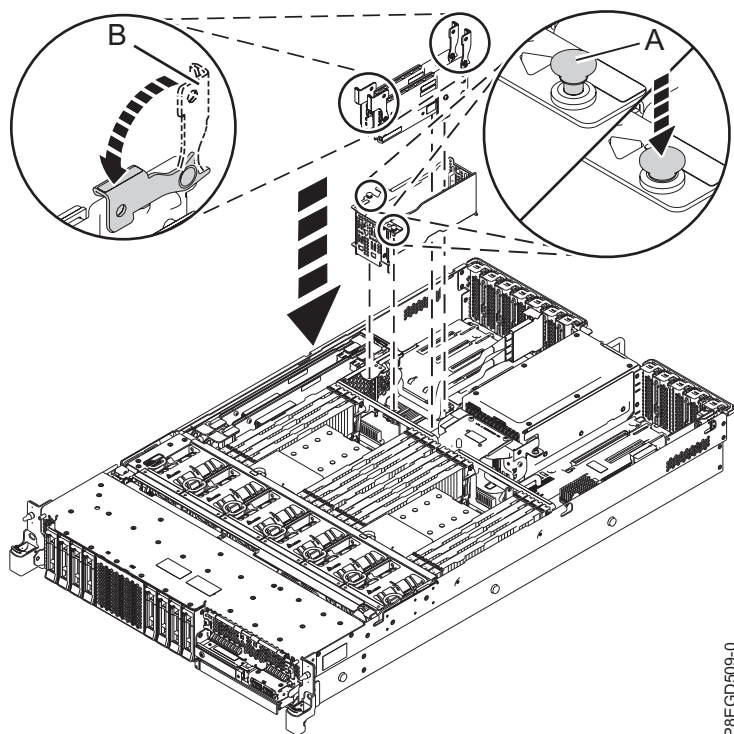

Figure 9. Remise en place du boîtier du module d'alimentation
13. Remettez en place le boîtier du module d'alimentation de secours en fixant l'arrière du boîtier au fond de panier du système. Inclinez le boîtier vers le bas et fixez-le en appuyant sur les deux broches en plastique (A), comme illustré à la figure 9. Assurez-vous que les deux câbles SAS arrière sont correctement placés sous le boîtier du module d'alimentation de secours et qu'ils ne sont pas pincés par la partie métallique du boîtier.
14. Remettez en place les deux cartes du module d'alimentation de secours. Maintenez les deux cartes par leur poignées bleues (B) et installez-les dans leur emplacement. Ensuite, appuyez sur les poignées bleues dans la direction illustrée à la figure 9.